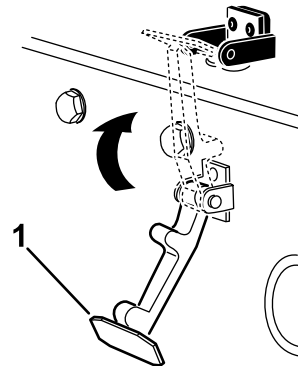

Figure 19
6. Accrochez le loquet du capot sur son support (Figure 19).